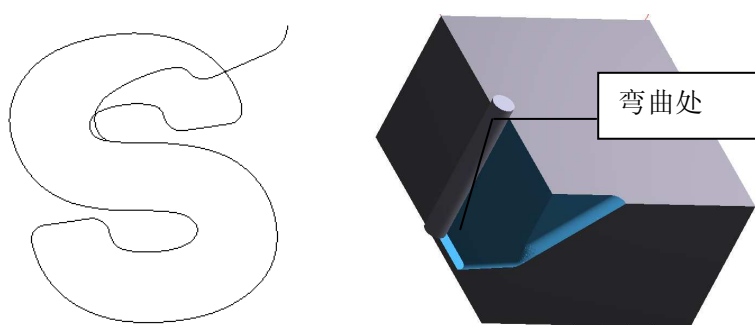

图 2-22
- (1) 如果入刀点在尖点或者在线段比较短的边上，例如在图 20 所示的尖点、A 边或者 B 边上，生成的斜线下刀路径会弯曲到另一条边上，如图 2-22 所示，这样刀具在转弯的时候容易“别”掉笔画。